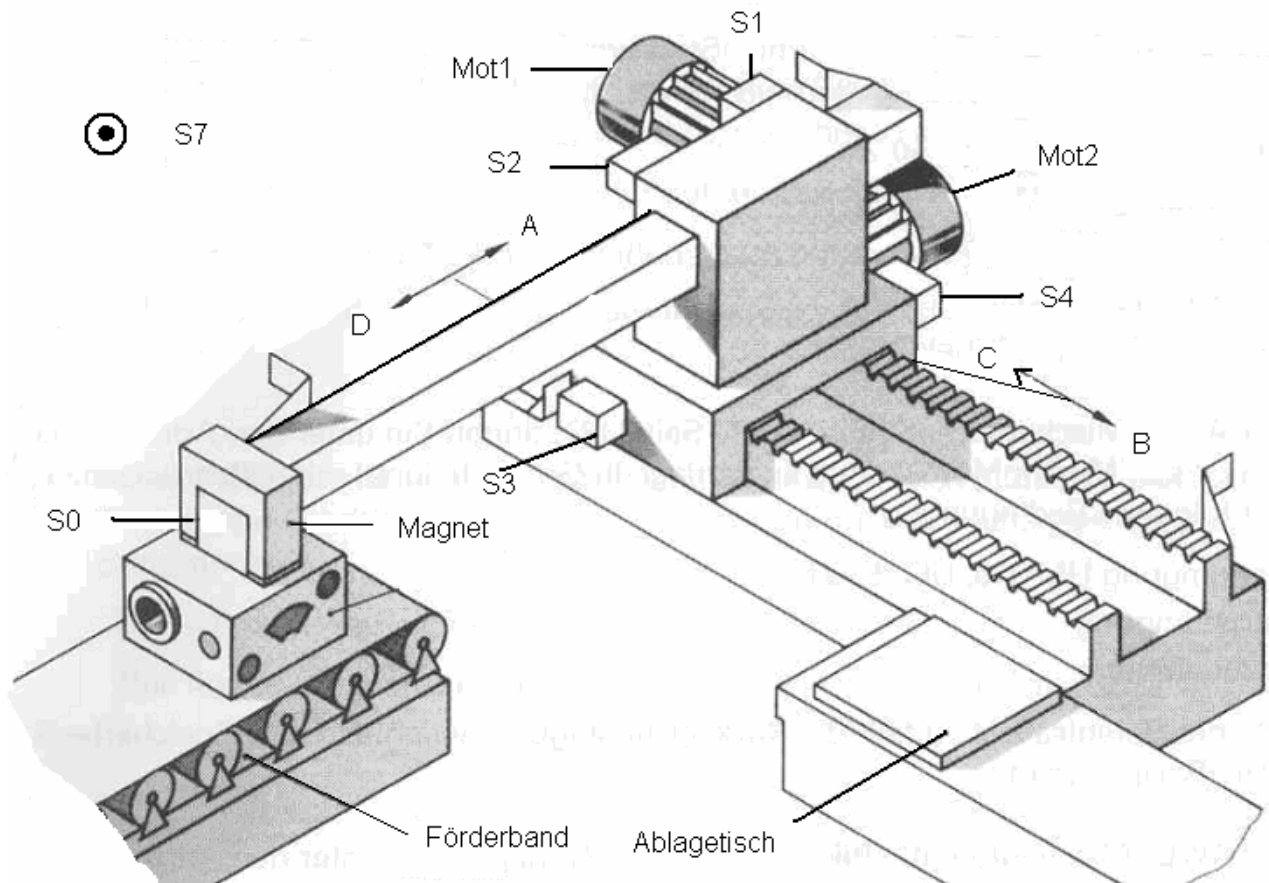

Bild 3.8
- 3.8 Eine Transportanlage, die Werkstücke mit Hilfe eines Elektromagneten von einem Förderband auf einen Ablagetisch umsetzt, ist im Bild 3.8 dargestellt